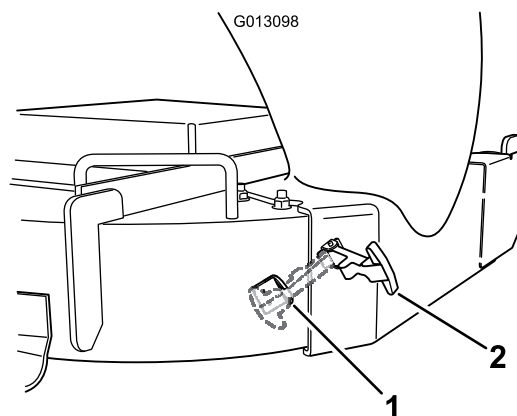

Figure 12
8. Accrochez le verrou flexible de l'éjecteur à la gâche de retenue qui est soudée à la paroi latérale du plateau de coupe (Figure 12).